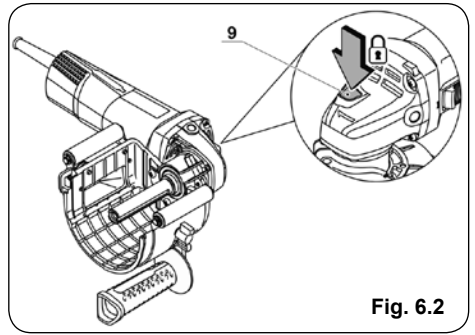

Fig. 6.2
2. Presione el botón de bloqueo del eje 9, intente hacer girar el eje para estar seguro que ha quedado bloqueado (Fig. 6.2).